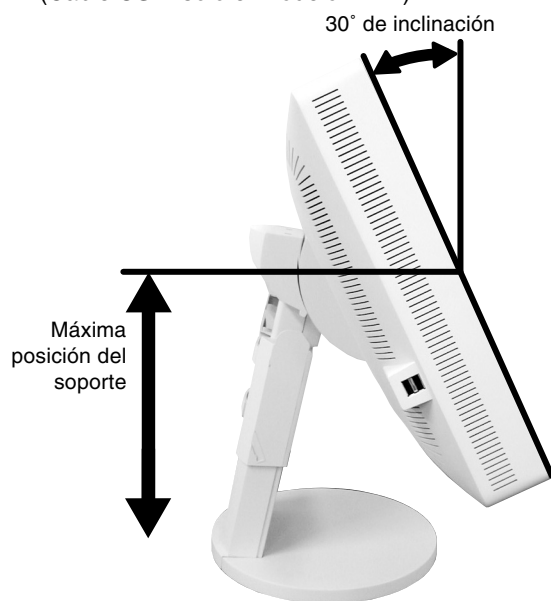

Figura C.2
4. Coloque una mano a cada lado del monitor para inclinar el panel LCD 30 grados y levántelo hasta alcanzar la posición más alta (**figura C.2**).